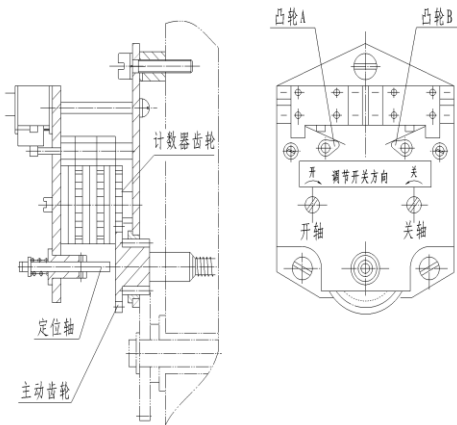
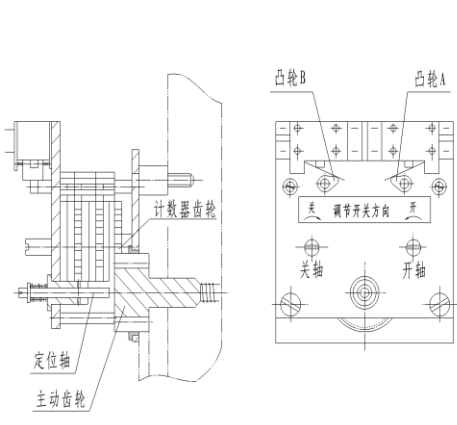

图 7 HZ5-HZ30 型行程控制机构
图 8 HZ45-HZ500 型行程控制机构
1) 行程控制机构的调整，见图 7 和图 8
①、阀门“全关”位置的调整：调整前切断电源，将阀门手动操作至“全关”位置，再从这个位置稍退回一点。用起子将计数器中间的定位轴轻轻压下后转 90 度使之卡住为止，此时主动齿轮与计数器齿轮脱开。a 此时如果关向凸轮 B 没有压动微动开关，则用起子将“关轴”按“关”的方向旋转，使凸轮 B 正好压动微动开关，此时绿灯亮；b 如果关向凸轮 B 已压动微动开关，则用起子将“关轴”按“关”的反方向旋转，使凸轮正好与微动开关脱开，再按步骤 a 进行调整。完成上述调整后，将定位轴转 90 度退出来，使主动齿轮同计数器中的齿轮啮合，并用起子将“关轴”左右转动，确认啮合后，用手动将阀门开到中间位置，直接通电检查下列事项：a)、按“关”按钮，观察行程控制机构的动作情况；b)、电动停止后，检查阀门是否关的过严或过紧(因切断电源后，电动装置本身还有一定的惯性)确认是否需要重新调整，直到适度为止。
②、阀门“全开”位置的调整：调整前切断电源，将阀门手动操作至“全开”位置之前停下(建议开到行的 95%)，用起子将计数器中间的定位轴轻轻压下后转 90 度使之卡住为止，此时主动齿轮与计数器齿轮脱开。a、此时如果开向凸轮 A 没有压动微动开关，则用起子将“开轴”按“开”的方向旋转，使凸轮正好压动压动微动开关，此时红灯亮；